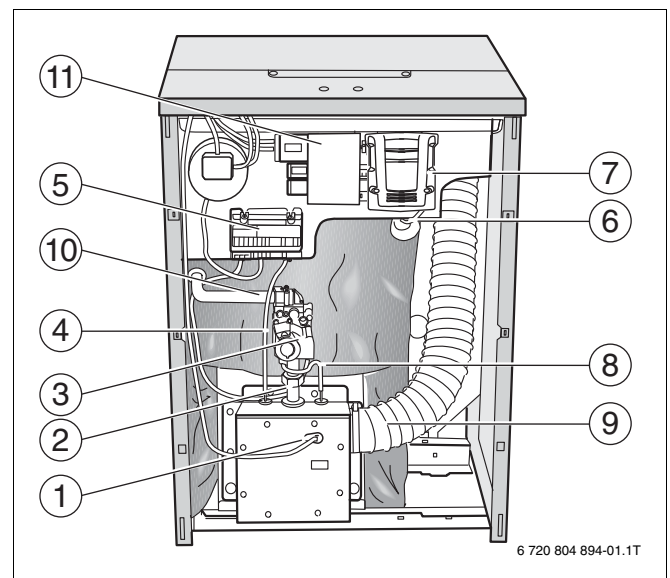

Fig. 3 Vue de face
14. Attacher la conduite d'alimentation du gaz (→ fig. 3, page 5) avec du fil de fer ou une ficelle (→ fig. 3, page 5) (fixer).
19. Desserrer le tuyau d'arrivée d'air (→ fig. 3, page 5) et le détacher du caisson du brûleur.